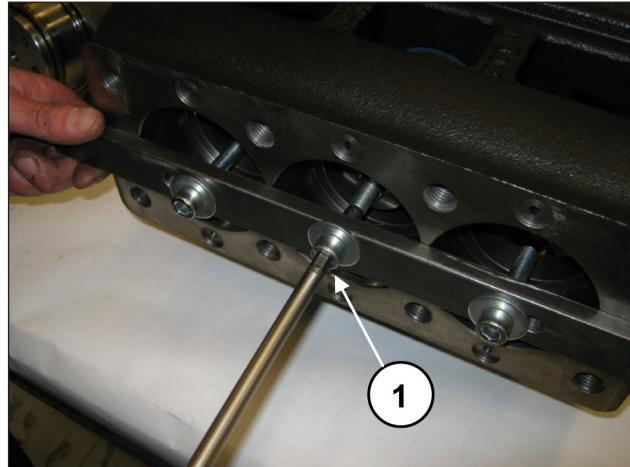
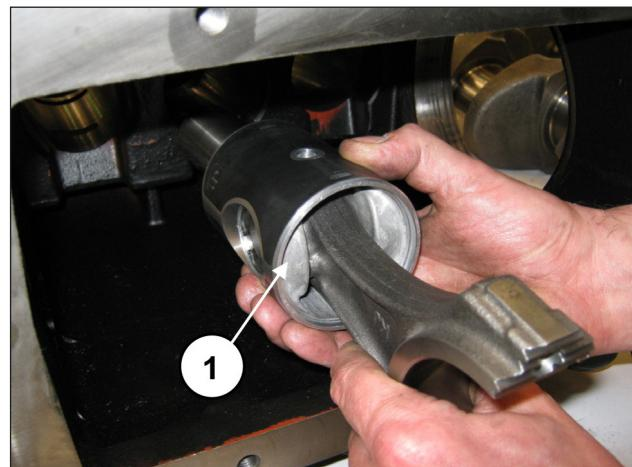
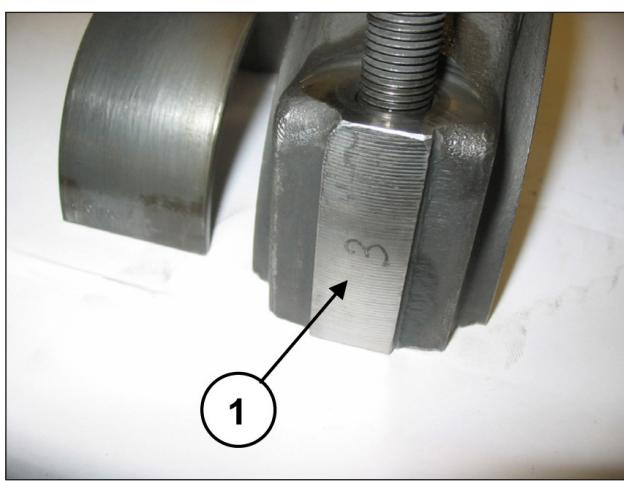

Abb. 32
Abb. 33
Abb. 40
Drehen Sie die Schrauben des Werkzeugs Art. 27566200 zum Lösen der Pleuelstangen ab (Pos. ①, Abb. 32) und ziehen Sie anschließend die Baugruppe Pleuelstange-Kolbenführung von der hinteren Gehäuseöffnung heraus (Pos. ①, Abb. 33).
Paaren Sie die Pleuelhälften mit dem vorab ausgebauten Pleueldeckeln unter Berücksichtigung der Nummerierung (Pos. ①, Abb. 40).
Trennen Sie Pleueldeckel und Pleuelhälften; die vorschriftsmäßige Paarung wird durch die seitliche Nummerierung garantiert (Pos. ①, Abb. 40). Nachdem Sie das Gehäuse auf perfekte Sauberkeit überprüft haben, setzen Sie die Baugruppe Pleuelhälfte-Kolbenführung in die Buchsen des Gehäuses ein (Pos. ①, Abb. 33).
Arretieren Sie die drei Baugruppen mit dem entsprechenden Werkzeug Art. 27566200 (Pos. ①, Abb. 32).
Entfernen Sie das Werkzeug zur Sicherung der Pleuelstangen Art. 27566200 (Pos. ①, Abb. 32).